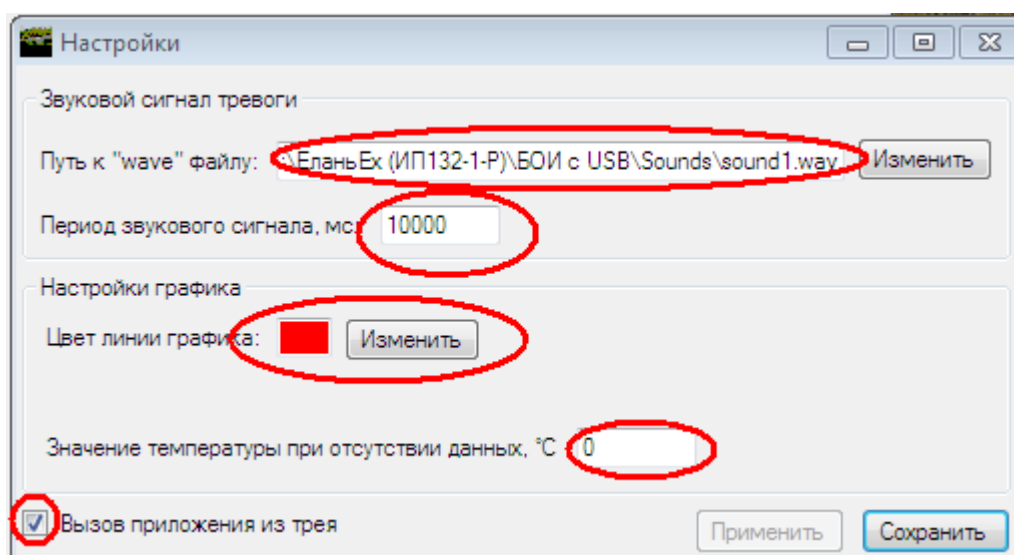

Рис.3.18 - Панель Настройка программы elan.
- нажав кнопку «Настройка», войти в окно настроек, установить путь к звуковому файлу сообщения о пожаре, длительность воспроизведения звукового сообщения, параметры отображения графиков в тестовом режиме (рис.3.18);